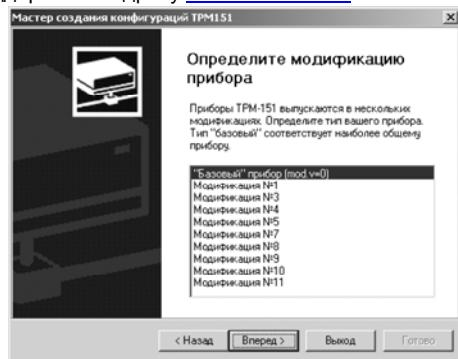

Рисунок 10.2
**Если модификацию считать не удается**, появится соответствующее сообщение. После нажатия «OK» открывается окно с приглашением выбрать модификацию прибора из списка (рисунок 10.2).